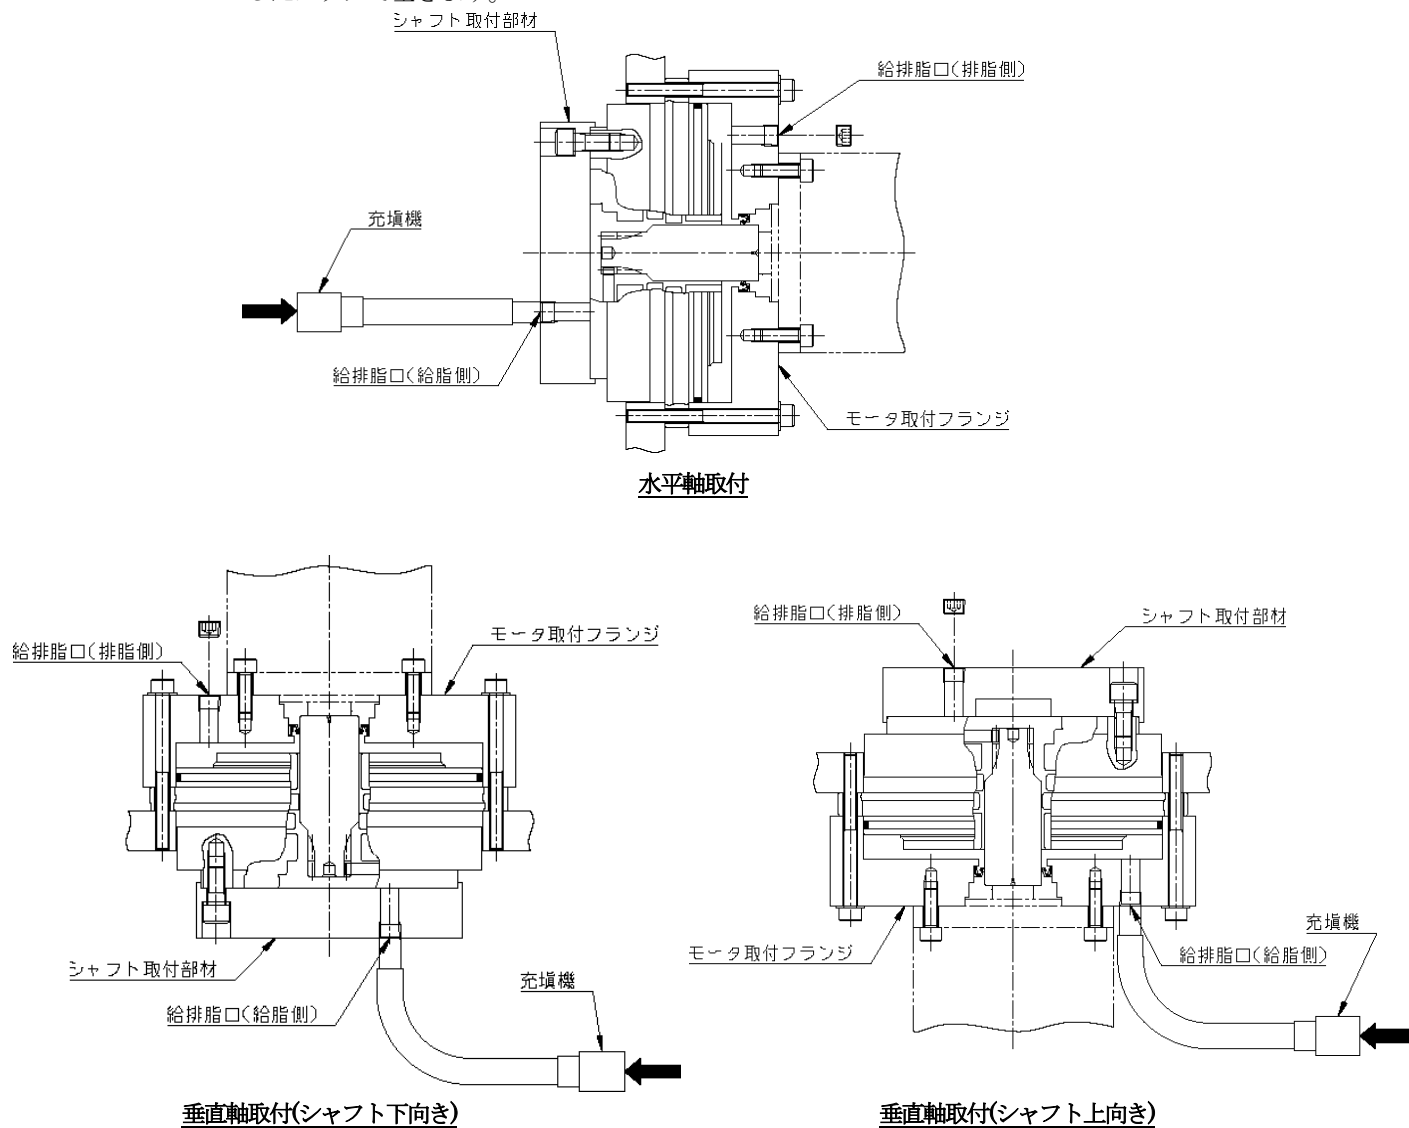

図 6-5
- ・図 6-5 はご注文の内容により、減速機の形状がイラストと異なる場合があります。形状についてはカタログ及び、個別に提出している外形寸法図及び納入仕様書を参照願います。